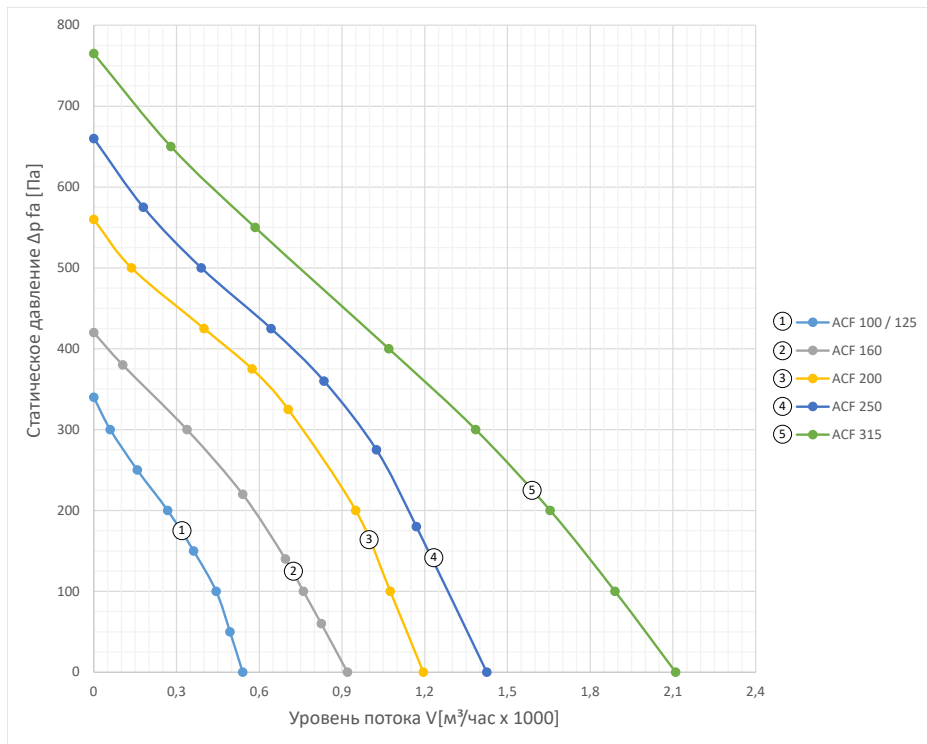

Рис. 2. Аэродинамические характеристики изделия
4.1 Технические характеристики изделия (Таблица 2, Рис. 2).
4.4 Аэродинамические характеристики изделия показаны на Рис. 2, при номинальных условиях: